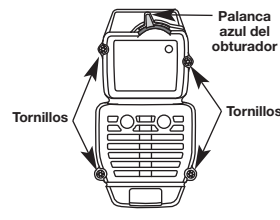

Fig. 25
1. Saque los cuatro (4) tornillos que sostienen la cubierta del silenciador / filtro de aire (Fig. 25). Use un destornillador de vástago plano o de broca Torx N° T20.
2. Quite la tapa del motor al empujarla hacia arriba y halarla hacia atrás (Fig. 25). No la fuerce.
2. Inserte los cuatro (4) tornillos en los orificios de la cubierta del silenciador / filtro de aire (Fig. 25) y ajústelos. No los ajuste demasiado.